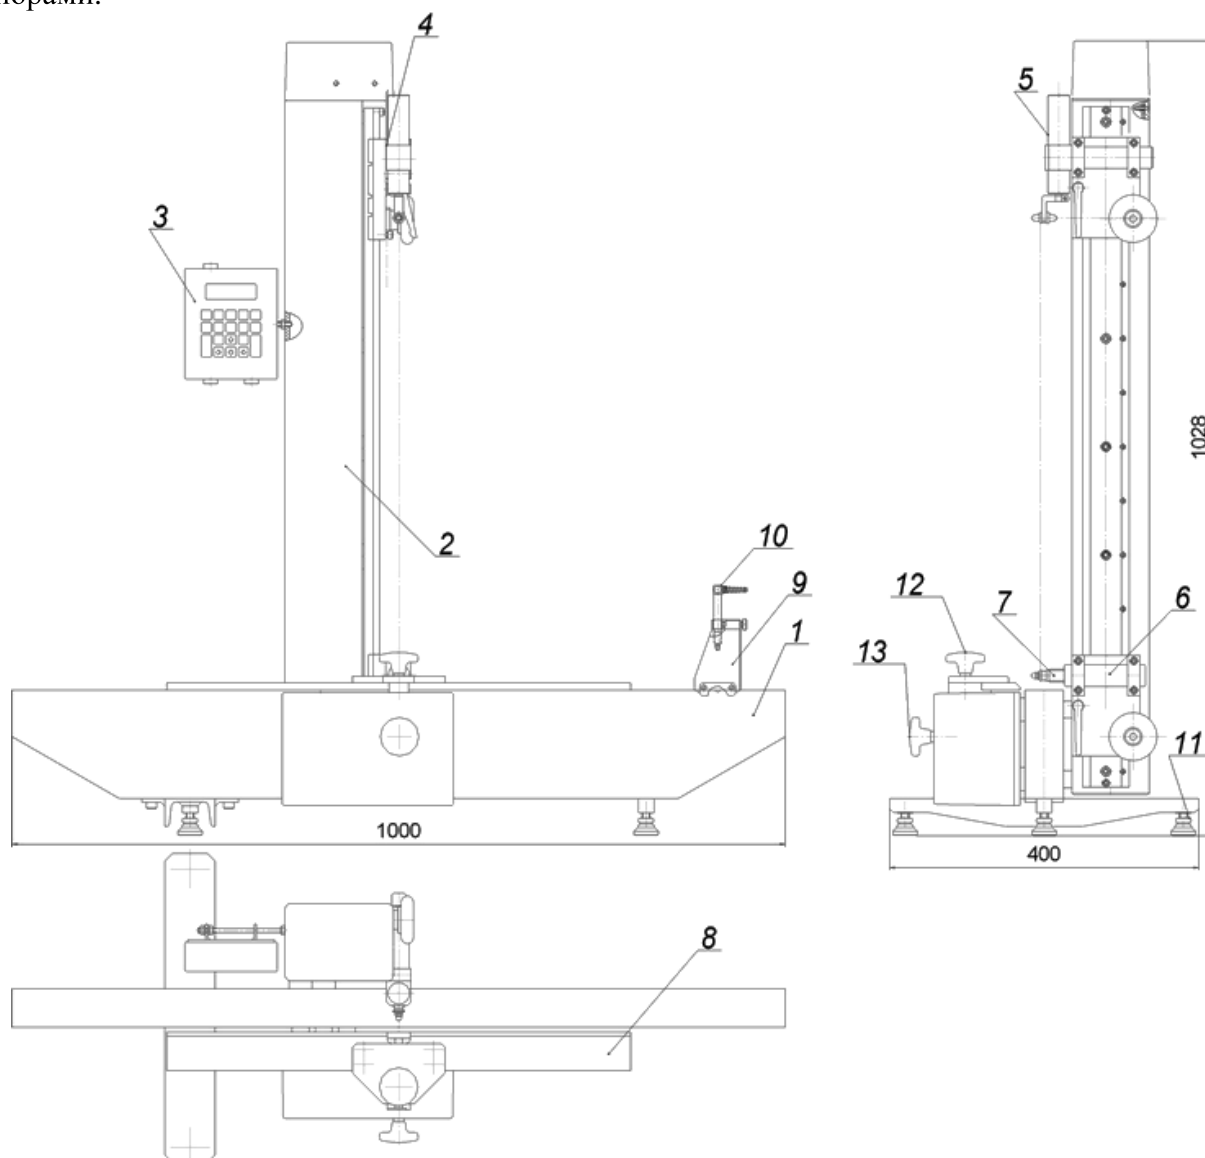
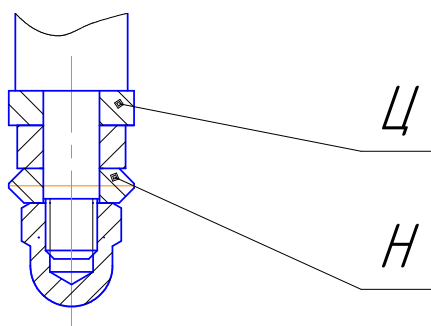

Рисунок 1 –Общий вид прибора ППУ-630
Рисунок 2 – Наконечники упора
Прибор состоит из гранитного основания (1), колонки (2) с направляющими, двухканального отсчетного устройства, состоящего из электронного блока БИН-2И (3) с преобразователем (5) измерительной каретки (4), подключенным к блоку по каналу А, и с преобразователем (10) измерительного мостика (9), подключенным к блоку по каналу В, каретки упора (6) с упором (7), ограничительной линейки (8), опор 11 (Рис. 1). Измерительная каретка и каретка с упором перемещаются по стойке с помощью маховиков и крепятся стопорами.
На корпусе упора (7) (Рис. 1), закреплены два измерительных наконечника: цилиндрический Ц – для поверки угольников УЛП, УЛ, ножевидный Н – для поверки угольников УШ и УП (Рис. 2).
Измерительная каретка состоит из корпуса (4) и преобразователя (5) (Рис.1) с переключателем изменения направления измерительного усилия. На преобразователе измерительной каретки (Рис.3) закреплены такие же как и на упоре измерительные наконечники – цилиндрический и ножевидный. Изменение направления измерительного усилия обеспечивается перемещением переключателя. Положение I соответствует положению угольника 1 (рис.13), положение II – положению угольника 2.
Ограничительная линейка (8) (рис. 1), обеспечивает необходимое положение поверяемых угольников относительно линии измерения. Линейка закреплена на подвижной каретке, перемещается с помощью микровинта (13) и стопорится винтом (12).